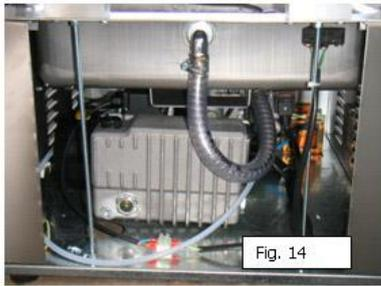

Рис. 14
- 2 - снимите кожух, как показано на рис. 14.